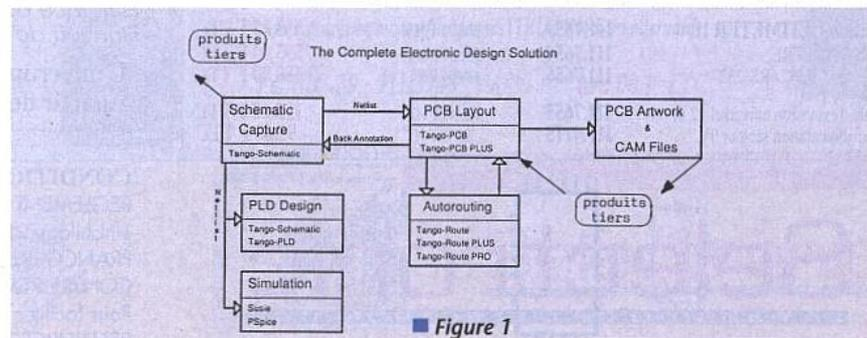

Figure 1
■ Figure 1 : synoptique général.
L'organigramme de la figure 1 décrit l'ensemble de l'offre TANGO, qui s'articule classiquement autour d'un produit de saisie de schéma: TANGO-SCHEMATIC.